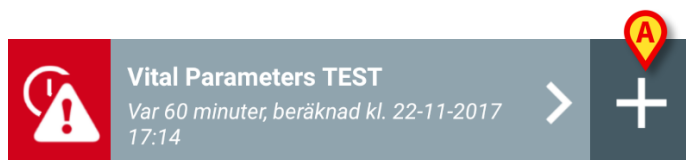

Fig. 74
- Tryck på knappen "+" som är placerad till höger om aktuell datauppsättning (Fig. 74 **A**).